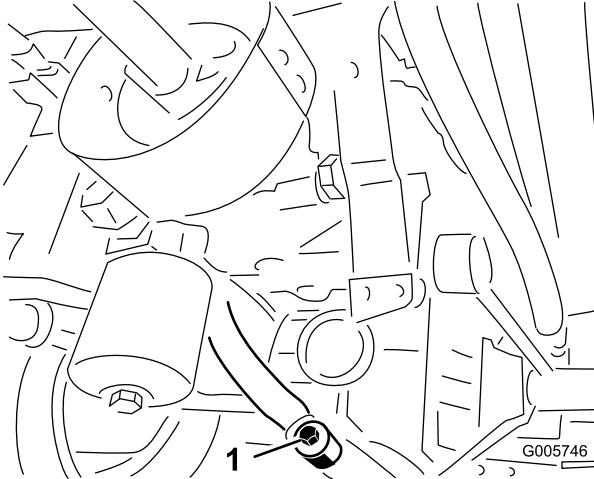
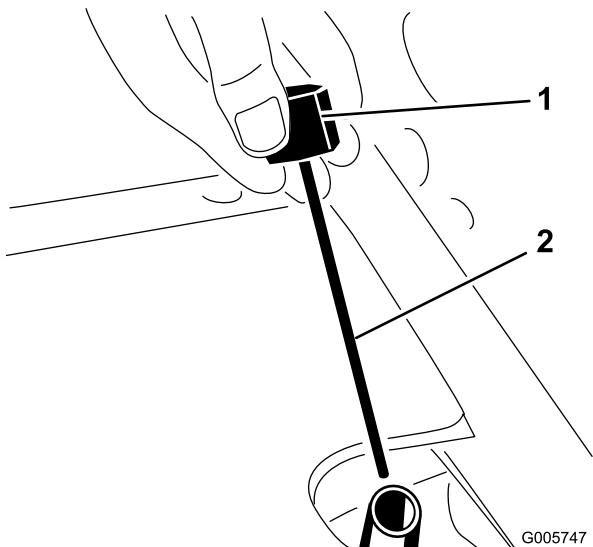

Figure 77
Figure 78
- Enlevez le bouchon de vidange du raccord entre le carter de pont et le filtre à huile. Laissez couler l'huile dans un bac de vidange (Figure 77).
- Placez le bouchon de vidange dans le raccord entre le carter de pont et le filtre à huile (Figure 77).
- Sortez la jauge du goulot de remplissage du pont (Figure 78) et versez la quantité voulue d'huile du type et de la viscosité recommandés pour la température ambiante anticipée (voir le tableau ci-dessus).
- Attendez encore deux minutes, puis sortez la jauge du goulot de remplissage du pont et vérifiez le niveau d'huile (Figure 78). Si le niveau est bas, faites l'appoint jusqu'à ce que le niveau atteigne la rainure sur la jauge (Figure 78). Si le niveau est trop haut, enlevez le bouchon de vidange (Figure 77) et vidangez une quantité d'huile suffisante pour faire descendre le niveau jusqu'à la rainure sur la jauge.